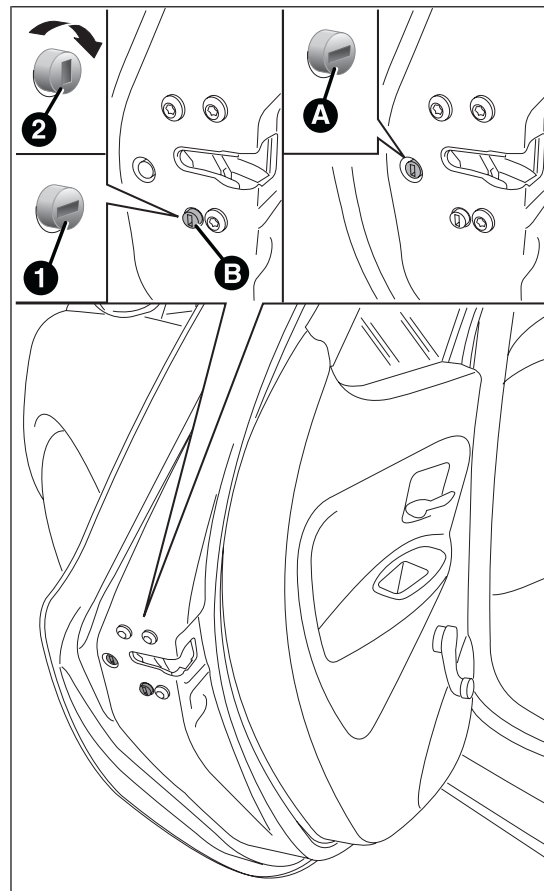
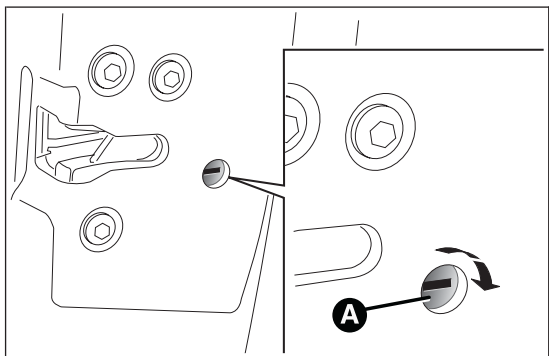

fig. 53
fig. 54
Le dispositif A fig. 53 peut être activé uniquement lorsque les portes sont ouvertes :
- insérer la pièce métallique de la clé de contact dans le logement A fig. 54 (porte avant côté passager) ou B fig. 53 (portes arrière) ;
- tourner la clé dans le sens des aiguilles d'une montre, puis l'extraire du logement A fig. 54 ou B fig. 53.